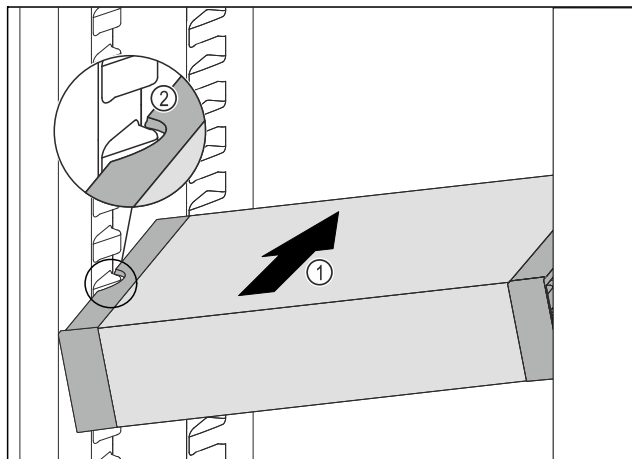

Fig. 141
- A VarioSafe fiókot ferdén tolja be a hűtőréssbe Fig. 141 (1) annyira, hogy a VarioSafe oldalsó kivágásai Fig. 141 (2) a hűtőréssben a tartóborda magasságában legyenek.